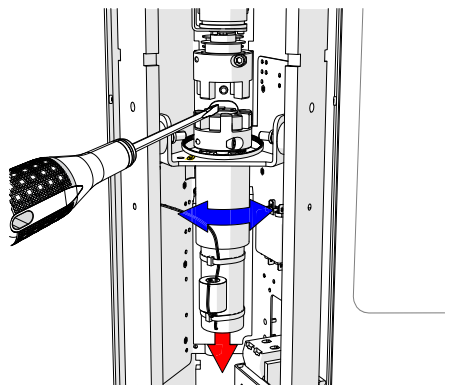
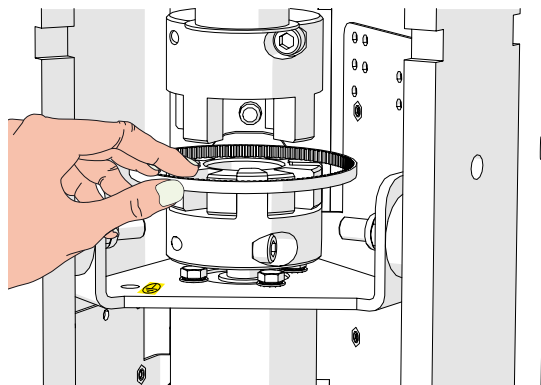

Fig. 37 - Rembyte (Motor)
Fig. 38 - Rembyte (Ersättning)
8. Dra motorn kraftigt nedåt tills det finns tillräckligt med utrymme mellan de elastiska kopplingselementen för att ta bort remmen (Fig. 37) + (Fig. 38);
9. Lägg den nya remmen på plats genom att föra den över den elastiska kopplingen på motorsidan (Fig. 38);